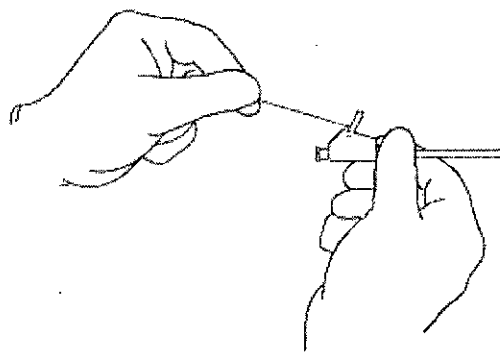

Fig. 1
- a. Establezca el conjunto conector del catéter Mac-Loc con una mano y tire del hilo de bloqueo para que el extremo distal del catéter adopte su forma de lazo (Fig. 1)